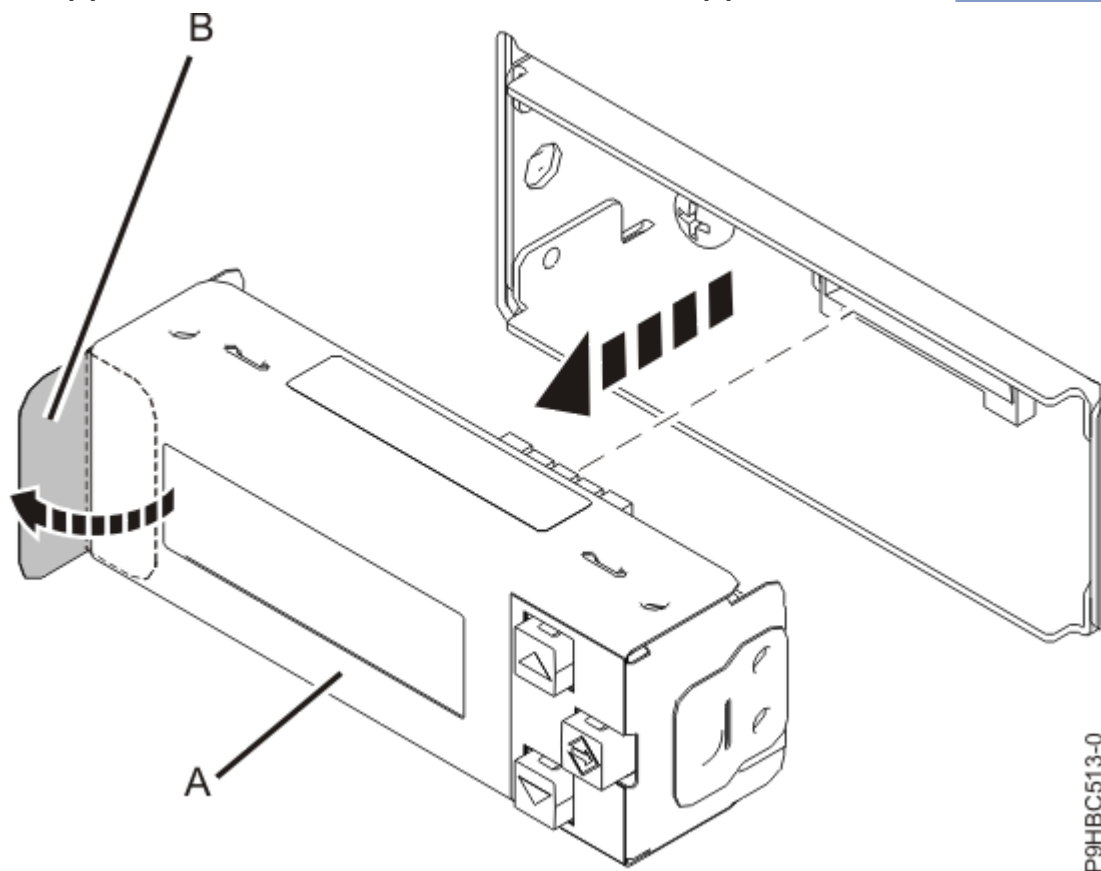

図 41. コントロール・パネル・ディスプレイの取り外し
2. タブ **(B)** を引いて、コントロール・パネル・ディスプレイ **(A)** を取り外します。43 ページの図 41